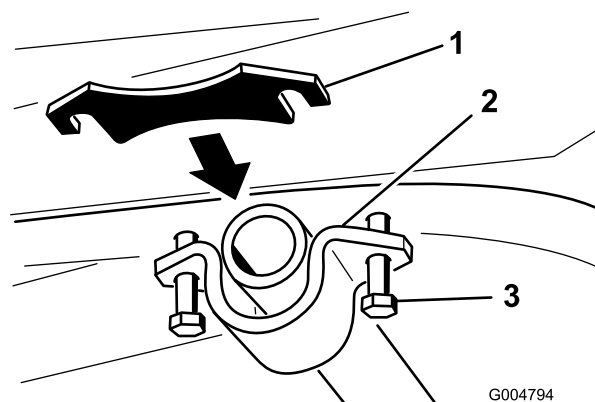

Figura 22
6. Afloje los pernos que sujetan el soporte del tubo de giro para crear un espacio entre el bastidor y el soporte del tubo de giro (Figura 22).